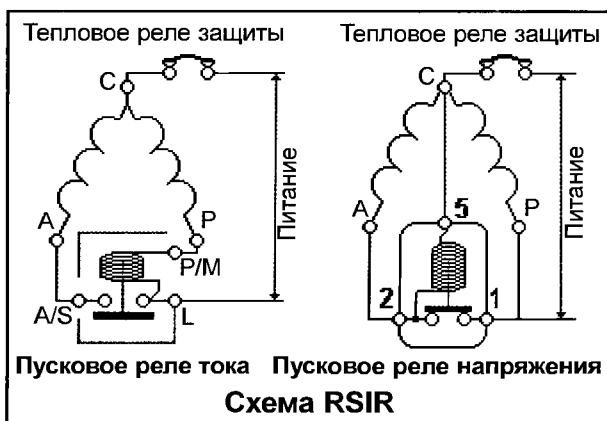

Рис. 53.42.
3) Схема RSIR (Resistance Start Induction Run) использует пусковое реле без конденсатора (см. рис. 53.42).